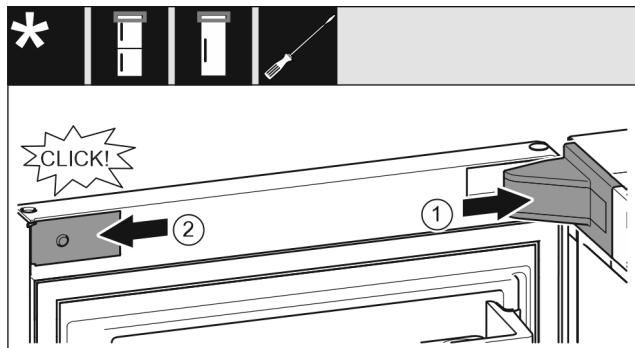

Fig. 27
- ▶ Установите и зафиксируйте крышку опорного кронштейна Fig. 27 (1), при необходимости осторожно разожмите ее.
- ▶ Установите накладку Fig. 27 (2) сбоку и зафиксируйте.